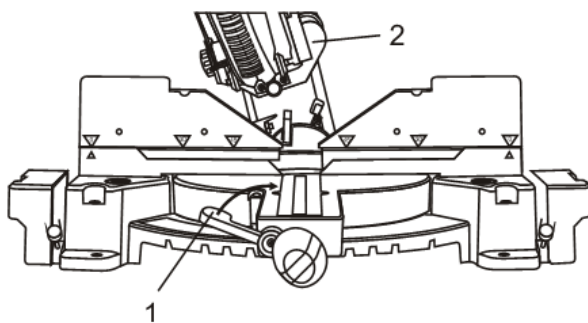

Fig. 10
1. Relevez le levier de verrouillage de l'angle de biseau (1) vers le haut et tournez-le dans le sens des aiguilles d'une montre pour permettre à la tête de coupe (2) de tourner (Fig. 10).